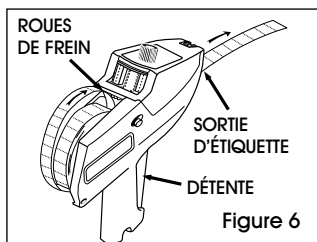

Figure 6
4. Pressez et maintenez la détente enfoncée tout en alimentant la bande d'étiquettes dans la fente sous les roues de frein, jusqu'à ce qu'environ 15 cm (6 po) sortent de l'avant. (Voir figure 6)